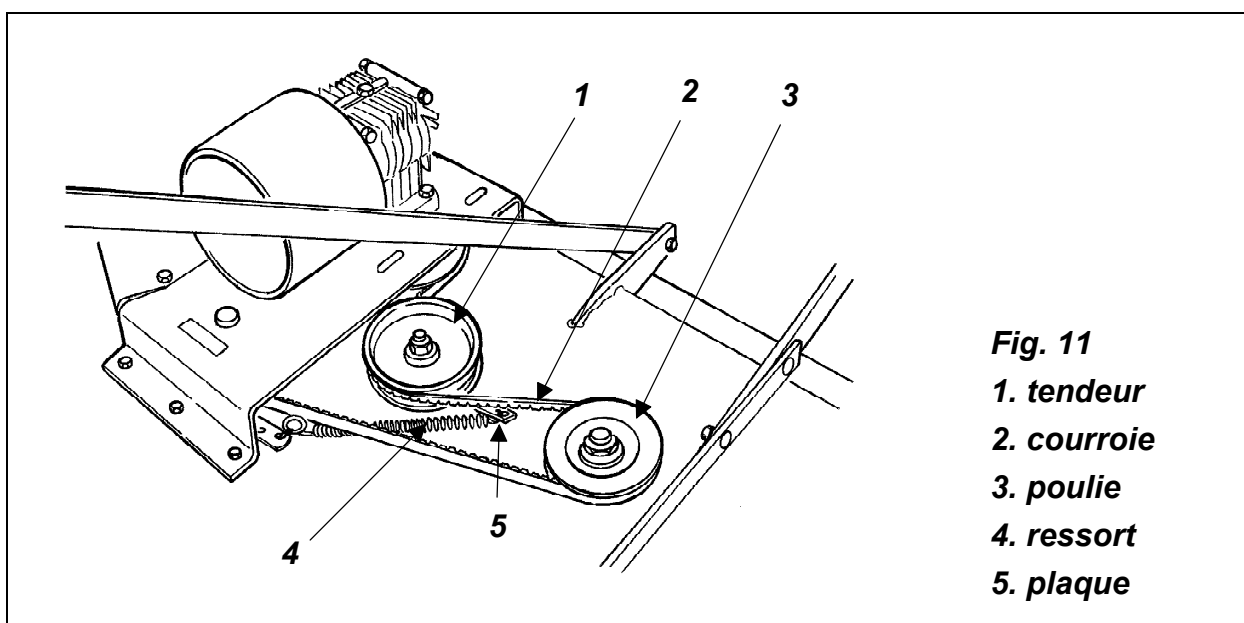

Fig. 11
La tension correcte se contrôle en appliquant sur la courroie, environ à la moitié de la partie libre entre les poulies, une poussée égale à 5-6 kg. La flèche de fixation de la courroie ne doit pas dépasser 8 à 10 mm. (voir fig. 11).
Le réglage de la tension de la courroie s'obtient au moyen d'un tendeur automatique solidaire d'une plaque percée de 3 trous en ligne (voir fig. 11). Lors de la livraison de la machine, le ressort est accroché au premier trou. Quand, à l'utilisation, la courroie se détend, il faut insérer le ressort tendeur de courroie au deuxième ou troisième trou. Si la courroie s'est dégradée, au point que même au troisième trou elle se trouve relâchée, il faut la changer.
4. Soulever antérieurement la plaque centrale et enlever la vieille courroie (**voir fig. 11**).
2. Débrancher le tendeur de courroie automatique en libérant le ressort de tension (**voir fig. 11**).